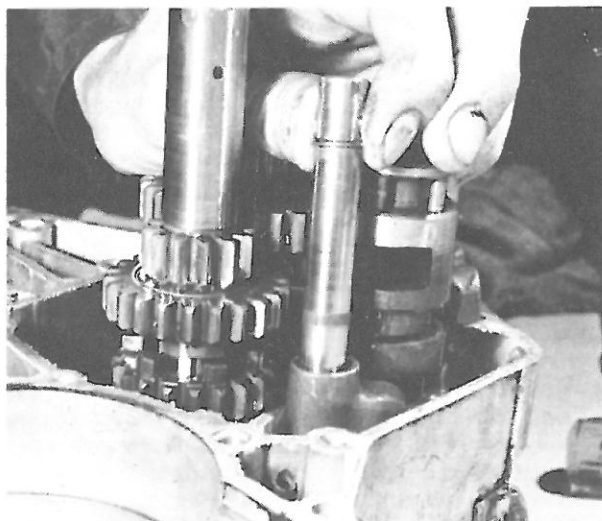

Bild 65
- Zuerst die am weitesten vorn liegende Schaltstange herausziehen, wozu der Sicherungsring am äusseren Ende nicht entfernt werden muss (Bild 65).